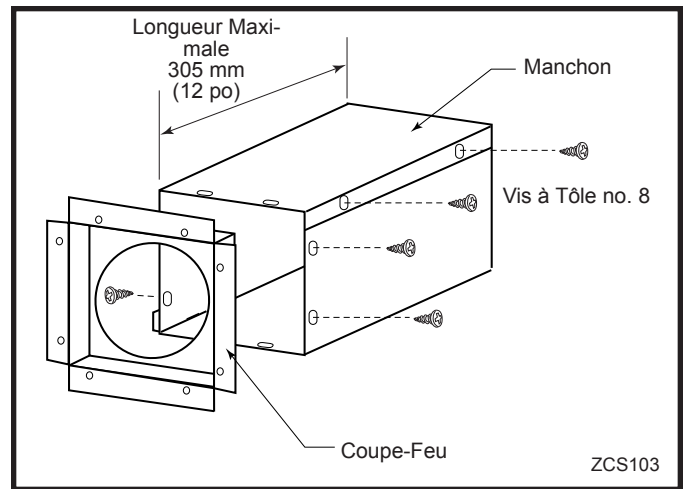

Fig. 25 Assemblage du manchon et du coupe-feu.
2. Mesurez l'épaisseur du mur et coupez les sections du manchon mural selon la longueur MAXIMUM appropriée de 305 mm (12 po). Assemblez ce dernier au moyen des vis à tôle n° 8 comprises. Fixez le coupe-feu à l'extrémité du manchon en vous servant des trous prévus à cet effet. (Fig. 25)
3. Installez l'ensemble manchon et coupe-feu dans la découpe murale et fixez le coupe-feu à l'encadrement. (Fig. 25)